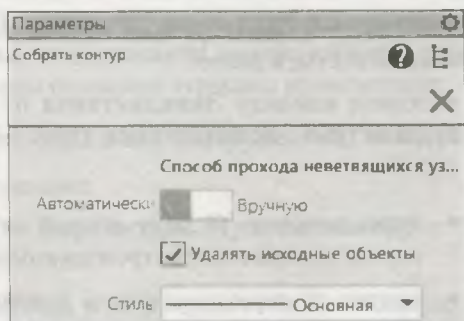

Рис. 7.2. Панель Параметры: Собрать контур
- ♦ вызовите команду **Собрать контур** из панели инструментов **Геометрия**. На панели **Параметры: Собрать контур**: (рис. 7.2) задайте такие параметры: